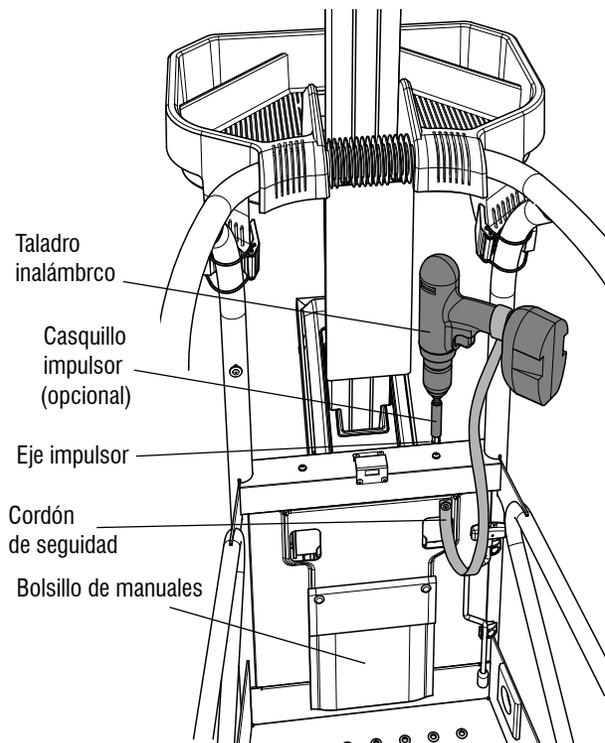

Figura 3-11. Instalación del taladro inalámbrico
3. Atar el cordón de seguridad firmemente alrededor del mango del taladro inalámbrico. Conectar el taladro inalámbrico a la parte superior del eje impulsor ya sea utilizando el casquillo de 11 mm (7/16 in.) suministrado (ubicado en el bolsillo de manuales), o apretando el mandril del taladro directamente al hexágono en la parte superior del eje impulsor (ver la Figura 3-11.).